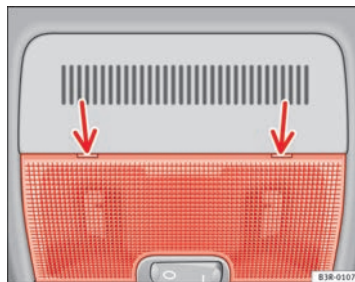

Fig. 83 Detalle del revestimiento del techo: Punto de aplicación del destornillador
- Coloque con cuidado la parte plana de un destornillador en la parte trasera del cristal de la lámpara ⇒ fig. 83.